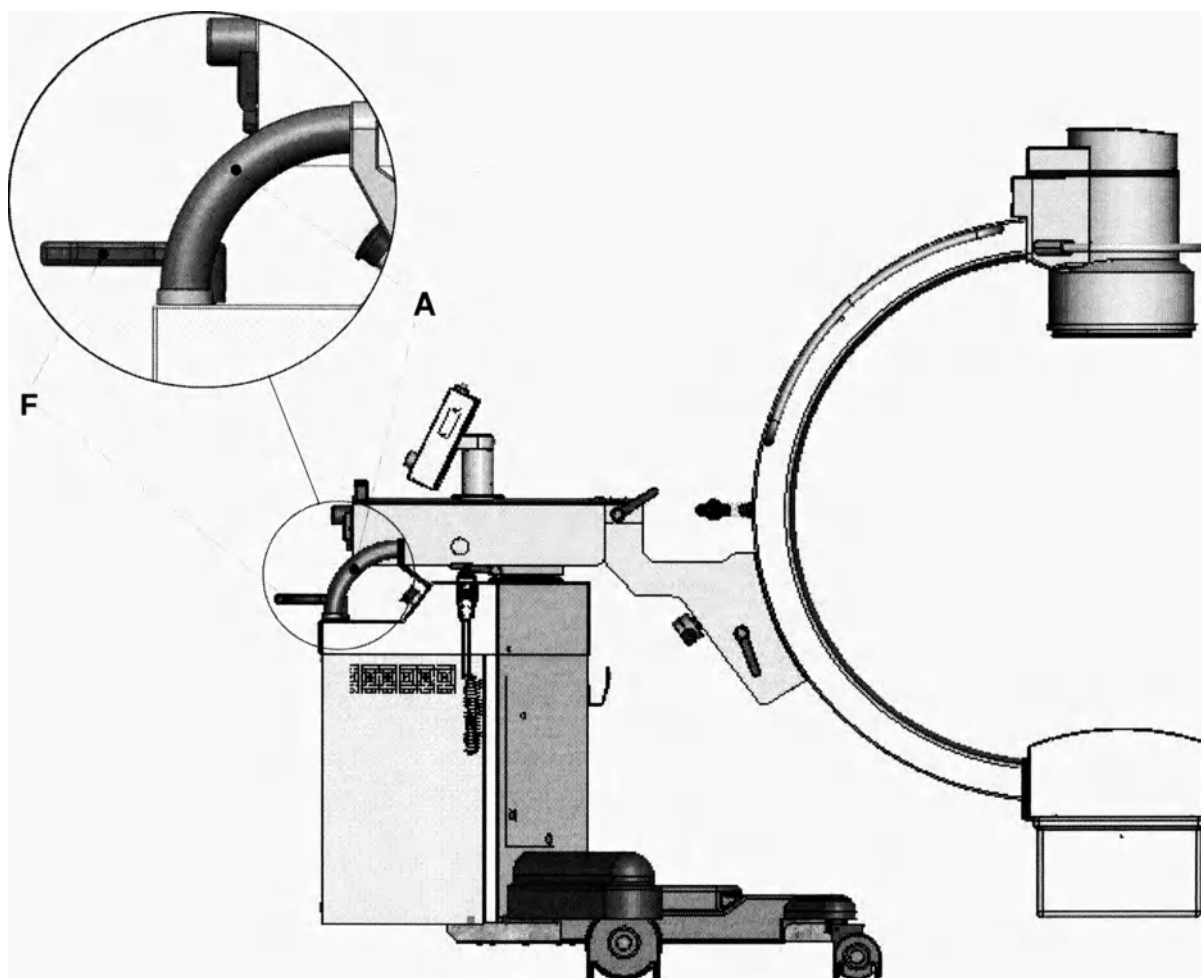

Рисунок 55
8.2.1.6 Для перемещения необходимо освободить тормоз позиции парковки и использовать только рукоятки А (см. рисунок 55).